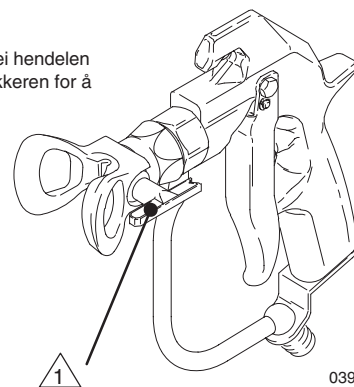

Fig. 4
2. Lås pistolens avtrekkersikring. Drei hendelen på RAC IV-dysen 180°. Se Fig. 4.
4. Lås pistolens avtrekkersikring. Drei dysehendelen tilbake til sprøytstillingen. Se Fig. 4.